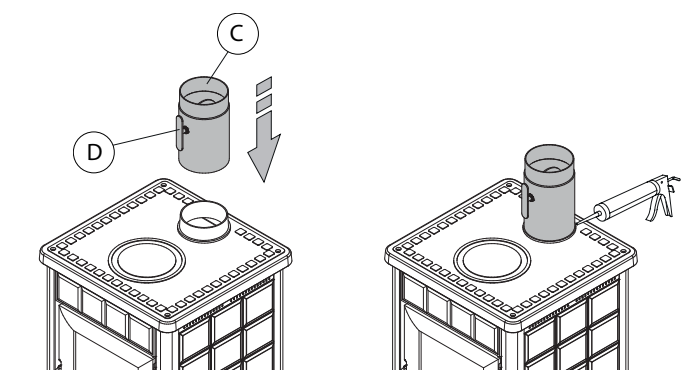

Fig. 6.2d
- instalar el tubo de la válvula de humos (**C**) teniendo cuidado de que la manija de ajuste (**D**) esté orientada hacia adelante; sellar con silicona de alta temperatura la válvula en correspondencia del collar de hierro fundido (**Fig. 6.2d**).